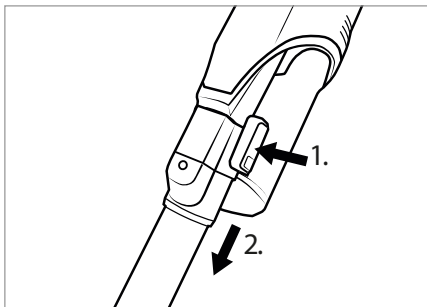

Fig. 11
- ◆ Pentru a îndepărta țeava de aspirare ③ din aparat, țineți apăsată tasta de deblocare a țevii de aspirare ④ și trageți țeava de aspirație ③ din orificiul de aspirație al aparatului (a se vedea fig. 11).